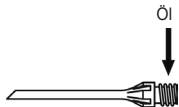

Abb. 5
- Bringen Sie das Instrumentenöl punktuell auf das Gewinde auf (siehe Abb. 5).